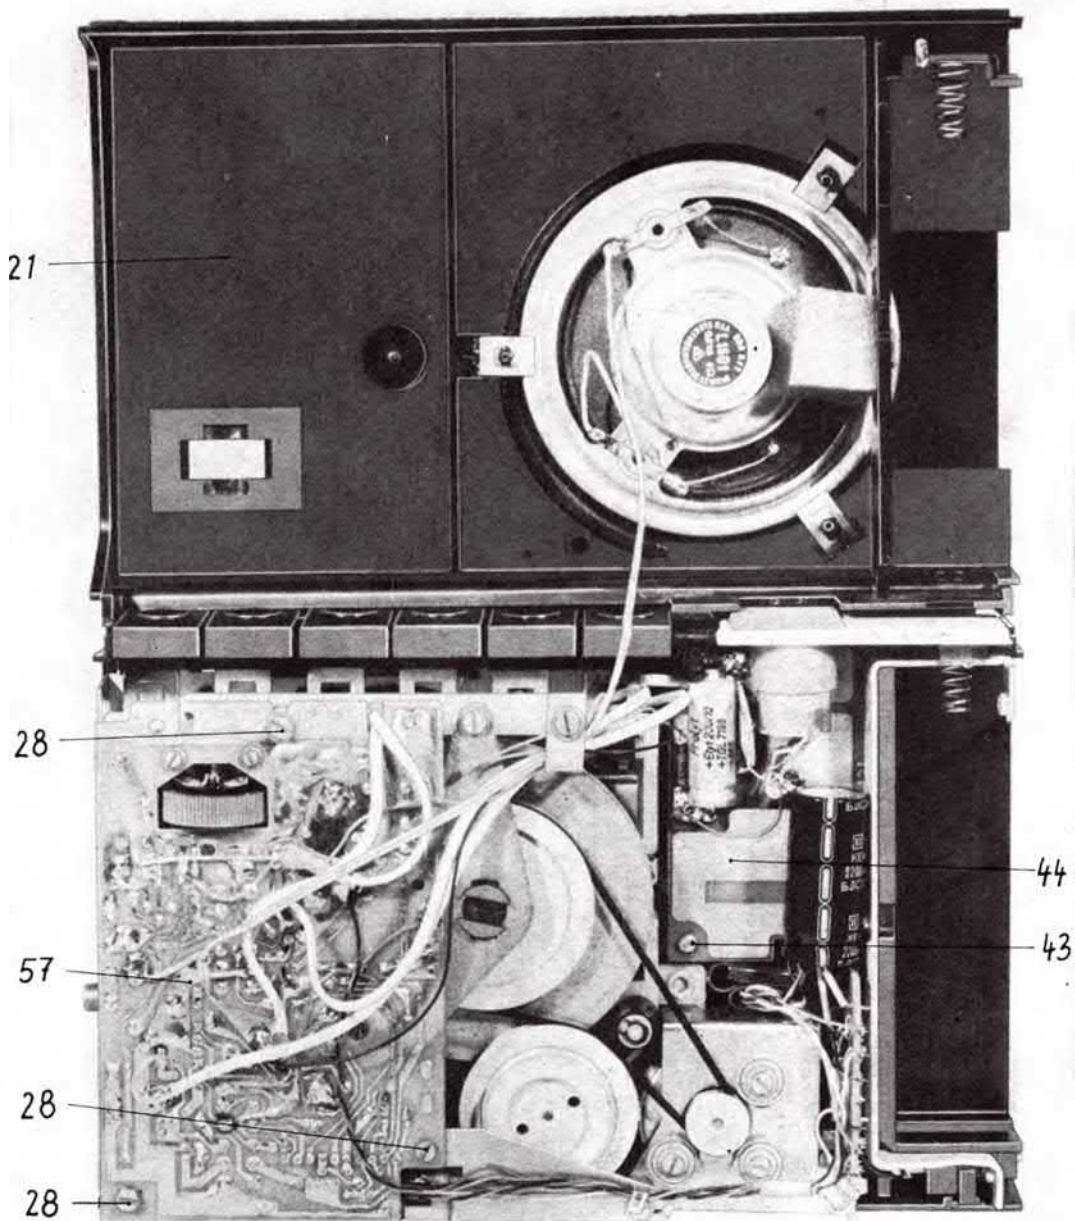

Abb. 3
Wird nun das Gerät mit dem Kassettendeckel nach unten auf eine weiche Unterlage gelegt, kann das Oberteil (21) abgenommen und auf Grund der langen Lautsprecherzuleitungen unter das Gerät gelegt werden. Im Bedarfsfall läßt sich die Mikrofonhalterung (22), soweit es die Anschlußdrähte zulassen, herausnehmen. Bild 3 zeigt das geöffnete Gerät.
Macht sich das Auswechseln eines Bauelementes auf der NF-Leiterplatte erforderlich, kann diese nach Lösen der im Bild 3 gekennzeichneten Schrauben (28) umgeklappt werden.
Nach dem Lösen der Schrauben (43) und dem Abnehmen der Leiterplatte (44) (siehe Bild 3) kann der Netztrafo mit Abschirmung, Glühlampe und Thermosicherung aus der Kammer herausgenommen werden.